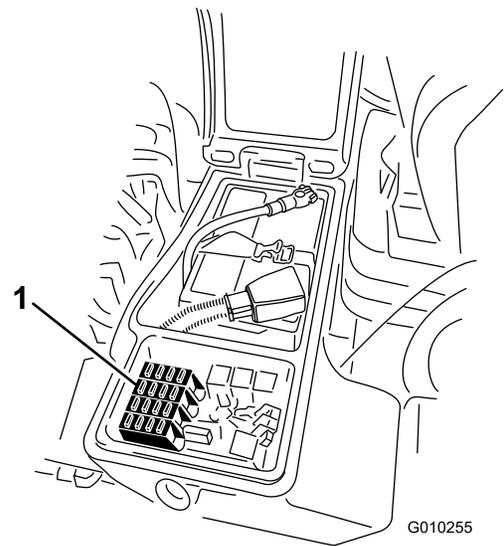

Bild 96
1. Lösen Sie den Riegel für die Abdeckung des rechten Ablagekastens und heben Sie die Abdeckung (**Bild 95**) hoch, um an den Sicherungsblock zu gelangen (**Bild 96**).
2. Wechseln Sie ggf. die offenen Sicherungen aus (**Bild 96**).